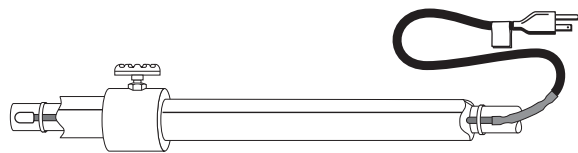

Figure 3. Isolation
- S'assurer d'installer au moins 1/2 po de mousse préformée, ou d'isolant thermique équivalent, et que tous les tuyaux, y compris soupapes, robinets, joints et pénétrations dans le mur, ont été entièrement isolés (voir figure 3).